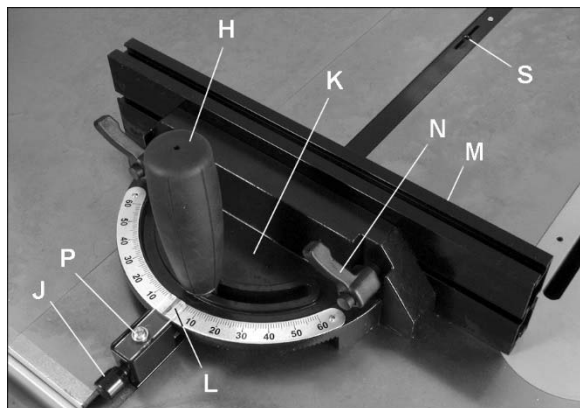

Figura 8-2
2. Afloje la manija de traba (H, Figura 8-2) girándola hacia la izquierda.
3. Tire hacia afuera de la perilla cargada por resorte (J) y gire la perilla hasta que el cuerpo
La guía del calibre de inglete (M, Figura 8-2) puede ajustarse deslizándola a la derecha o a la izquierda, o retirarse completamente.
2. Fije el calibre de inglete a 90° con respecto a la hoja (ajuste de 0° en la escala) aflojando la manija de traba (H, Figura 8-2) y tirando después hacia afuera de la perilla cargada por resorte (J) y girando el cuerpo (K) hasta que se indique 0° en la escala.
NOTA: La barra del calibre de inglete tiene dos ranuras con tornillos de presión (S, Figura 8-2). Ajuste estos tornillos de presión para eliminar cualquier juego entre barra y ranura de inglete.